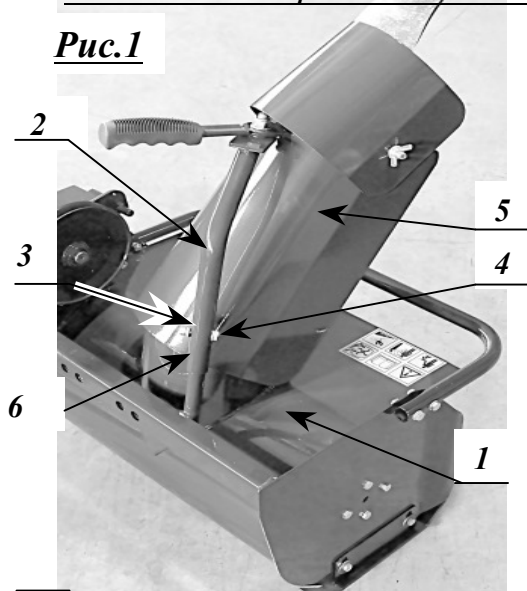

Рис.1
Присоединение экрана (5) осуществляется путем установки кронштейна (2) на штырь (3), расположенный на задней балке (6) корпуса снегоуборщика (1). Соединение фиксируется болтовым соединением (4) – см. **рис.1**.